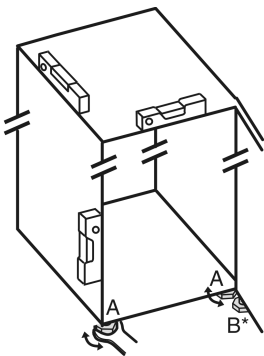

Fig. 28
- ▶ Stellfüße Fig. 28 (A) mit beiliegendem Gabelschlüssel und mit Hilfe einer Wasserwaage herausdrehen, bis das Gerät fest und ebenstehend ausgerichtet ist.
- ▶ Stellfuß Fig. 28 (B) am Lagerbock mit beiliegendem Gabelschlüssel herausdrehen, bis er auf dem Boden aufliegt.
- ▶ Stellfuß Fig. 28 (B) um 90° weiter drehen.